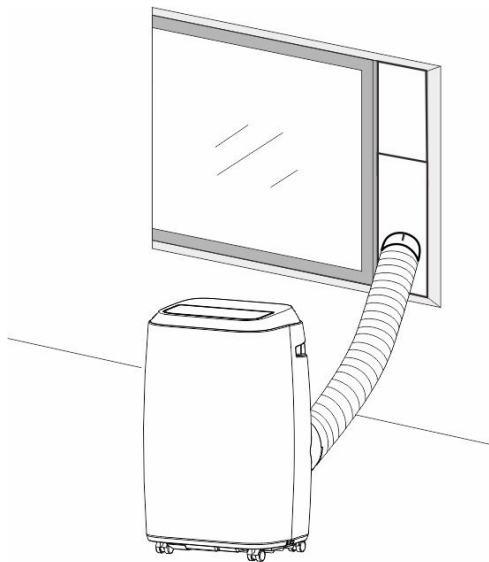
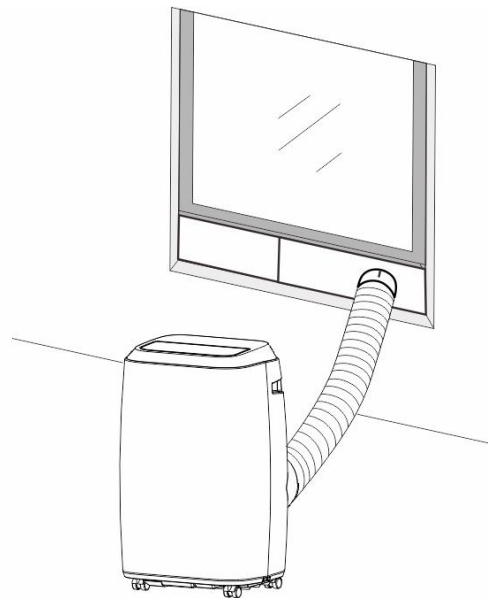

Fig.5
Fig.5a
- 2) Wie in Abb. 5 und Abb. 5a gezeigt, installieren Sie den Abluftschlauch und stellen Sie die Fensterposition gut ein.